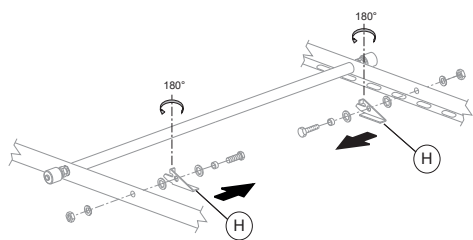

fig. 15
- Les cliquets postérieurs (ZONE DOSSIER), tourné de 180°, les repositionner antérieurement (ZONE PORTE) (voir fig. 15).